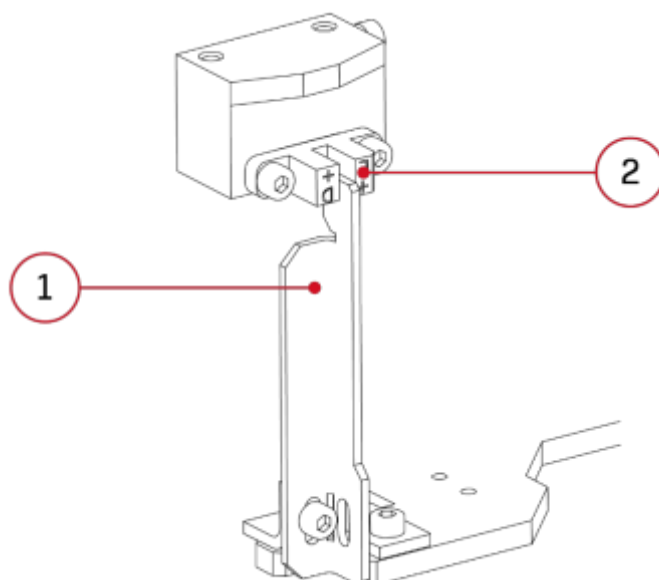

Рис. 6 1. Выключатель оси Z / 2. Концевой упор оси Z – в правильном исходном положении
- Убедиться, что выключатель оси Z (рис. 6) не поврежден, не сломан и не согнут, и что он совпадает с концевым упором оси Z (совмещен с пазом концевого упора).